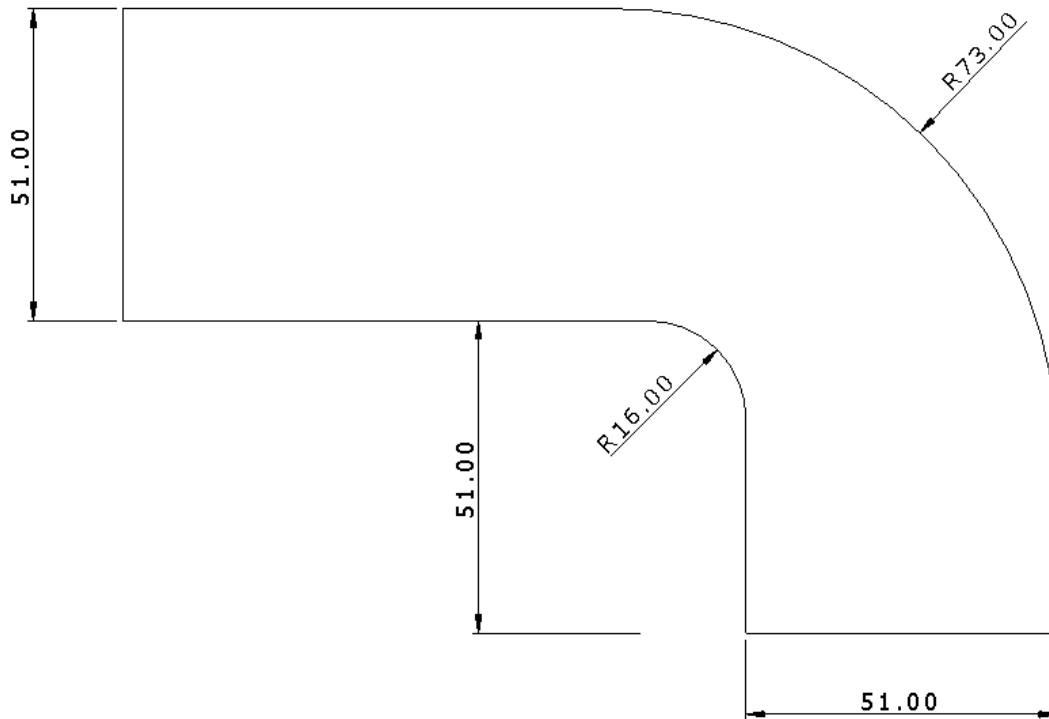

Figura 2.92 Perfil de guía.
- Crear la siguiente geometría (Figura 2.92):